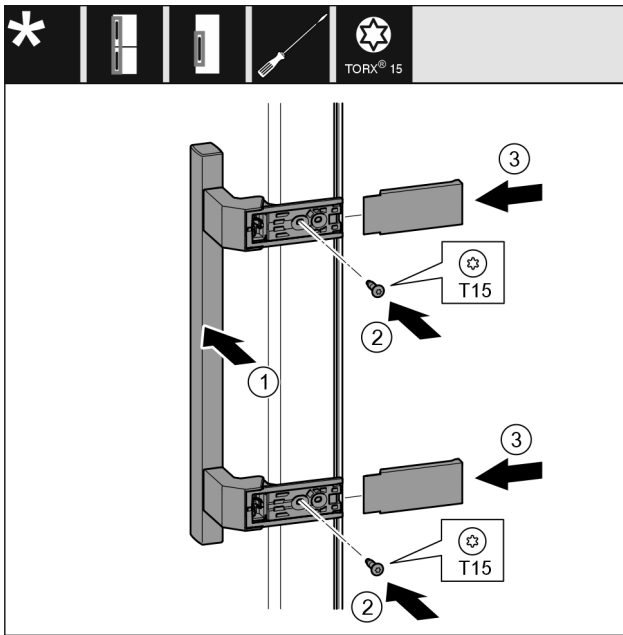

Fig. 34
- Vendosni dorezën Fig. 34 (1) në anën e kundërt.
- Mbërtheni fort vidat Fig. 34 (2) me kaçavidë.
- Vendosni kapakët mbulues Fig. 34 (3) anash dhe shtyjni.